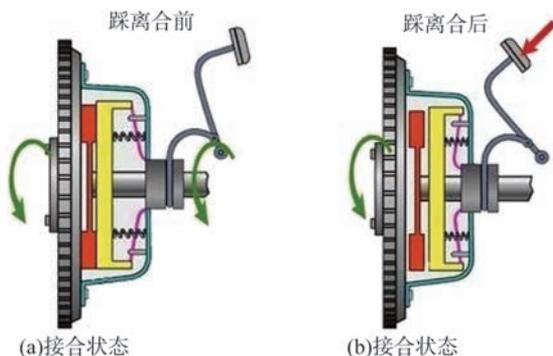

图 2-3 离合器的工作原理
离合器的工作原理如图 2-3 所示。
(1) 接合状态。驾驶员未踩下离合器踏板时，离合器处于接合状态，操纵机构各部件在复位弹簧的作用下位于如图 2-3 (a) 所示的各自位置，压紧弹簧将压盘、从动盘、飞轮互相压紧。发动机的转矩经飞轮直接传给离合器盖和压盘，并通过压盘、从动盘、飞轮之间的摩擦面产生的摩擦力矩传给从动盘，再通过花键传给从动轴（变速器输入轴），而后输入变速器。
(2) 分离过程。驾驶员踩下离合器踏板时，分离套筒和分离轴承就会在分离叉的推动下，推动从动盘克服压紧弹簧的作用力而后移，摩擦作用消失，离合器的主、从动部分分离，如图 2-3 (b) 所示，中断动力传递。
(3) 接合过程。驾驶员逐渐抬起离合器踏板时，压盘在压紧弹簧的作用下前移，逐渐压紧从动盘，此时从动盘与压盘、飞轮的接触面之间产生摩擦力矩并逐渐增大，动力由飞轮、压盘传给从动盘，经从动轴（变速器输入轴）输出。在这一过程中，从动盘与从动轴转速逐渐提高，直至与主动部分相同，主、从动部分完全接合，接合过程结束，离合器处于接合状态。
(4) 半联动状态。在离合器的接合过程中，飞轮、压盘和从动盘之间接合还不紧密时，所能传递的摩擦力矩较小，其主、从动部分未达到同步，处于相对打滑的状态，称为半联动状态（也称为半离合状态）。汽车起步时，驾驶员往往利用离合器的半联动状态合理控制转矩的输出，使汽车起步平稳。